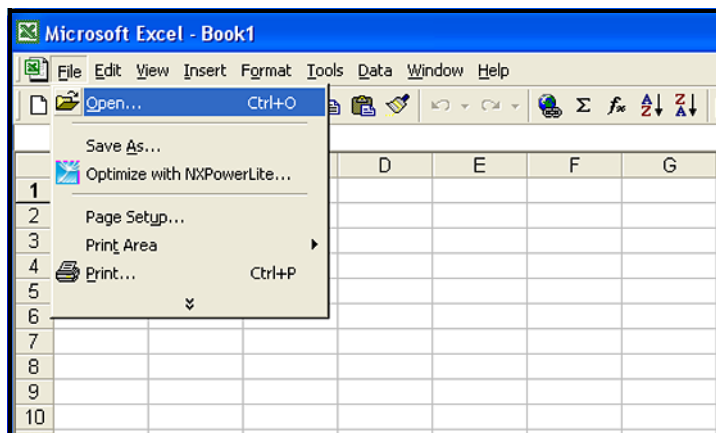

Рисунок 57: Открытие файла регистрации в Microsoft Excel
4. Файлы регистрации **dew.IQ** можно открывать в программе электронных таблиц, такой, как, Microsoft Excel. Запустите программу электронных таблиц и выберите **Open (открыть)** (см. Рисунок 57 ниже).